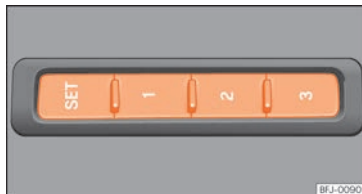

Fig. 110 No lado exterior do banco do condutor: botões de memória.
- Pressione o botão **SET** durante mais de 1 segundo » » » **Fig. 110**.
- Mantenha pressionado o botão **SET** »» **Fig. 110.**